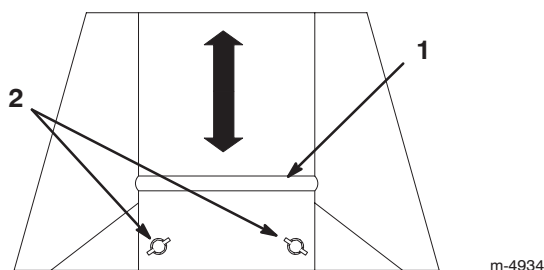

Figure 7
2. Desserrez les 2 écrous sur la plaque ; remontez la plaque si l'herbe est courte et sèche ou abaissez-la si l'herbe est longue et humide (Fig. 7).